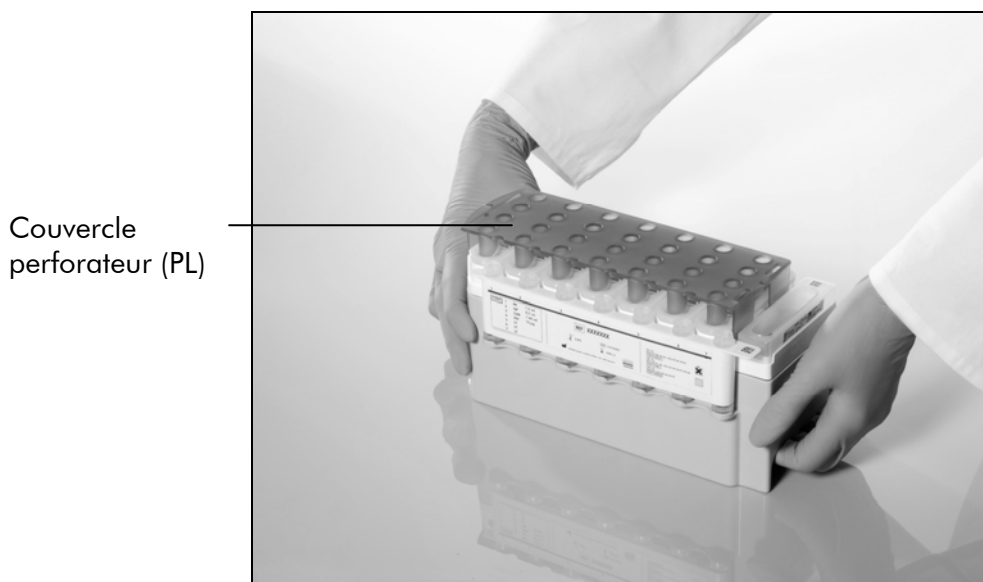

**Figure 5. Cartouche de réactifs QIASymphony (RC).** La cartouche contient tous les réactifs nécessaires à la purification.
Les réactifs pour la purification d'acides nucléiques sont contenus dans une cartouche de réactifs (RC) innovante (voir Figure 5). Chaque compartiment de la cartouche contient un réactif particulier, tel que des particules magnétiques, un tampon de lyse, un tampon de lavage ou un tampon d'élution. Il est possible de refermer les cartouches entamées à l'aide de bandelettes d'étanchéité pour une réutilisation ultérieure, ce qui évite de générer des déchets dus à des restes de réactifs à la fin de la purification.
**i** Le couvercle perforateur (PL) est coupant. Faire preuve de précaution lors de sa mise en place sur la cartouche (RC). Veiller à bien orienter le couvercle (PL) sur la cartouche (RC).
Après retrait du couvercle du compartiment des particules magnétiques et ouverture des tubes d'enzyme dont les bouchons peuvent être rangés dans des fentes prévues à cet effet (voir Figure 5), la cartouche de réactifs (RC) est chargée dans le tiroir « Reagents and Consumables ».